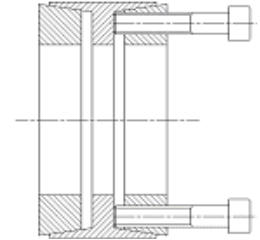

Figure 2
- 9.2 Enlever toutes les vis dans la bague de serrage avant et insérez-les dans les trous libres, tournant jusqu'à ce qu'elles entrent en contact avec la bride de l'anneau. (voir Figure 2)